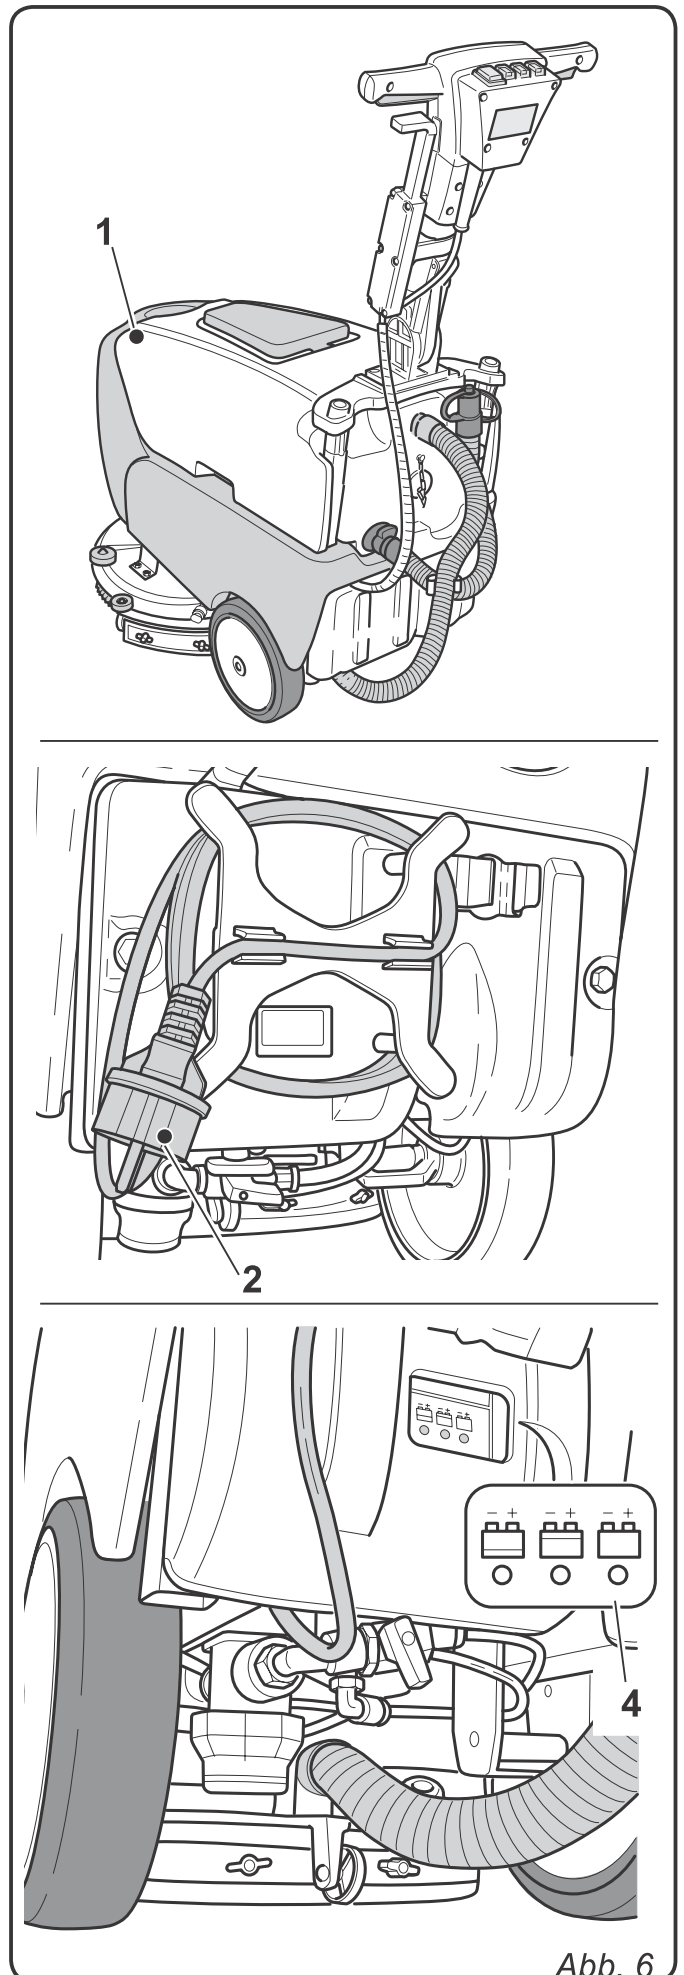

Abb. 6
4.1 LADEN DER BATTERIE (Abb. 6)